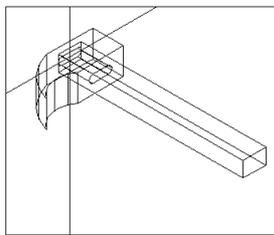

图 15-34
(19) 生成长方体。单击  按钮或者在命令行直接输入 `extrude`。拉伸上述多义线区域, 拉伸高度为 240, 结果如图 15-34 所示。